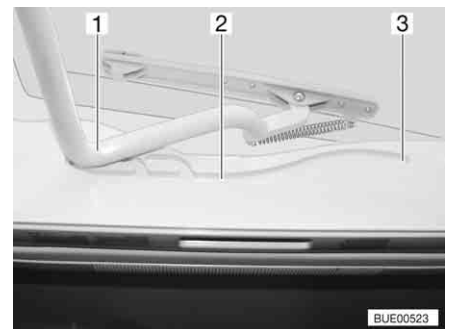

Fig. 71 Oblò Heki, guida
- Tirare la staffa (Fig. 71,1) nelle guide (Fig. 71,2) fino alla posizione più all'indietro (Fig. 71,3).
- Spingere la staffa (Fig. 71,1) leggermente verso l'alto con ambedue le mani.
- Tirare la staffa nelle guide (Fig. 71,2) fino alla posizione desiderata.